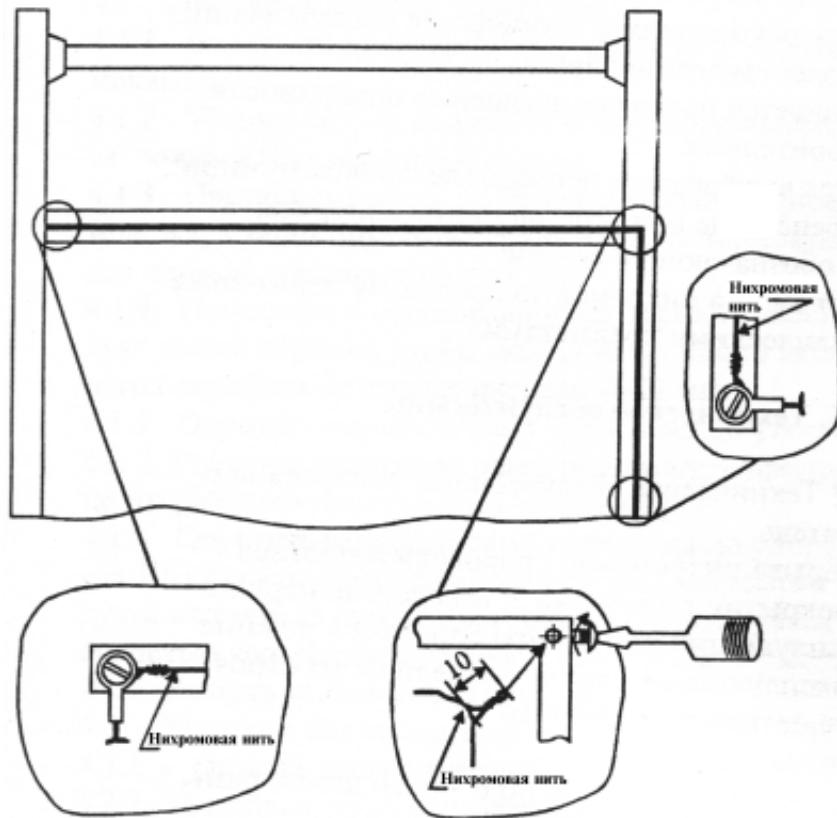

Рис. 3. Схема замены ножа
колпаком 1 (см. также рис.3.). Рассекатель 9, установленный на аппарате, необходим для разделения двух слоев полурукава пленки и облегчения последующего вложения в него продукта.
Режущим и одновременно сваривающим инструментом термонарежущего ножа является никромовая нить (рис. 3), мгновенно нагревающаяся импульсом электрического тока при срабатывании концевого выключателя 3.
2. В случае обрыва никромовой нити или прогара тефлонового покрытия термоножа вследствие нарушения правил эксплуатации или работы аппарата в режиме интенсивной эксплуатации, замену вышедших из строя элементов осуществляет покупатель. Замена никромовой нити осуществляется в следующем порядке (рис. 3):
2.1. Ослабить винты контактных клемм на натяжителях 1, 2 (см. рис. 3а и 3б).
2.2. Ослабить винт крепления нити в правом углу рамы (см. рис.3в) и удалить остатки поврежденной никромовой нити.
2.4. Установить скрутку (1–2 витка) и закрепить ее винтом, как показано на рис.3в.
2.5. Натянуть нить и закрепить ее на натяжителе 1, как показано на рис. 3(а). Перевести подвижный брускок 1 в крайнее правое по рис. 3(а) положение и, удерживая его, намотать под шайбу, по часовой стрелке, с натягом, два
Аналогично натянуть нить на натяжитель 2 (см. рис. 3б).